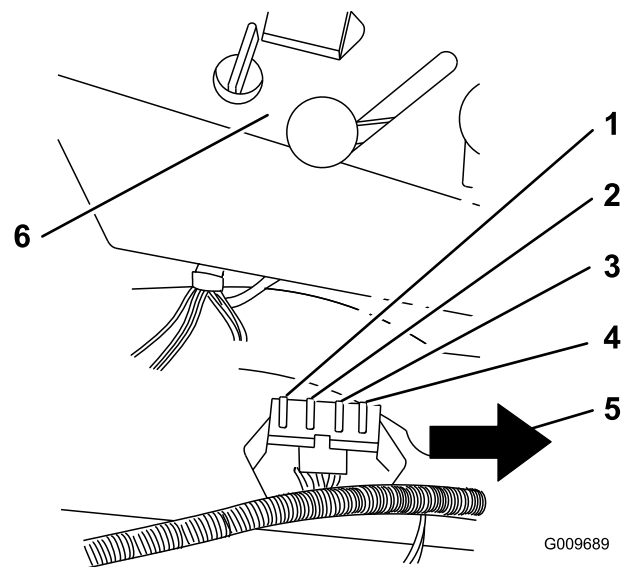

Figura 44
1. Levante el asiento para tener acceso al portafusibles (Figura 44).
3. Instale un fusible nuevo (Figura 44).